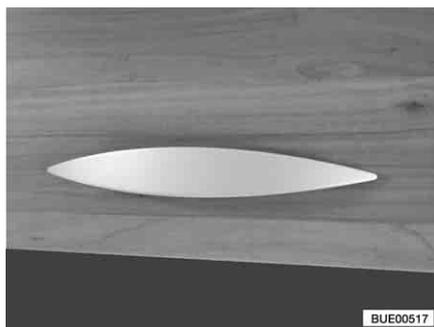

Fig. 41 Abattant de placard avec poignée (exemple)
- Tirer sur la poignée (Fig. 41) jusqu'à ce que l'abattant de placard s'ouvre.